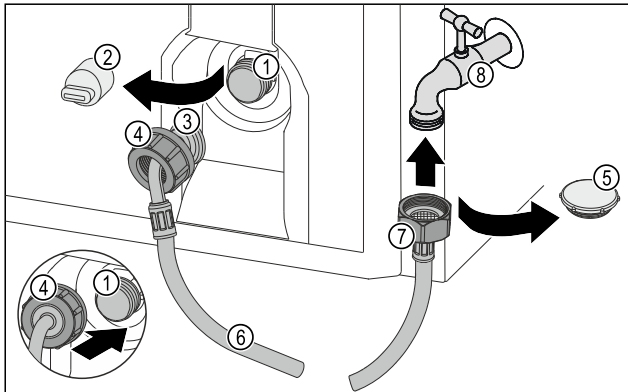

Fig. 33
- Verschlusskappe Fig. 33 (5) entfernen.
- Gerades Schlauchende Fig. 33 (7) am Wasserhahn Fig. 33 (8) ansetzen.
- Mutter am geraden Schlauchende Fig. 33 (7) im Uhrzeigersinn festziehen.